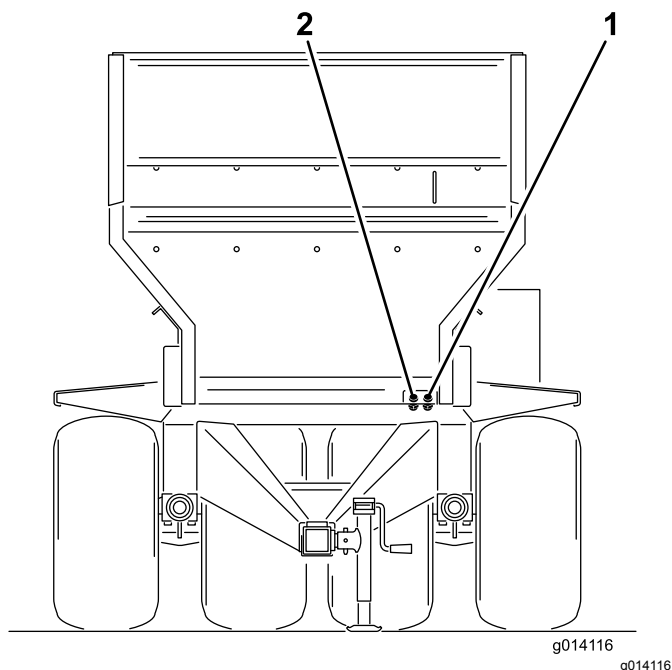

Рисунок 20
6. Подсоедините 2 гидравлических шланга от машины к буксирному автомобилю. Подсоедините правый (при взгляде на машину спереди) шланг к стороне нагнетания, а левый шланг — к стороне возврата (**Рисунок 20**). Возвратный шланг оснащен встроенным односторонним обратным клапаном. Стрелка на обратном клапане должна быть направлена в сторону подключения возврата на буксирном автомобиле.